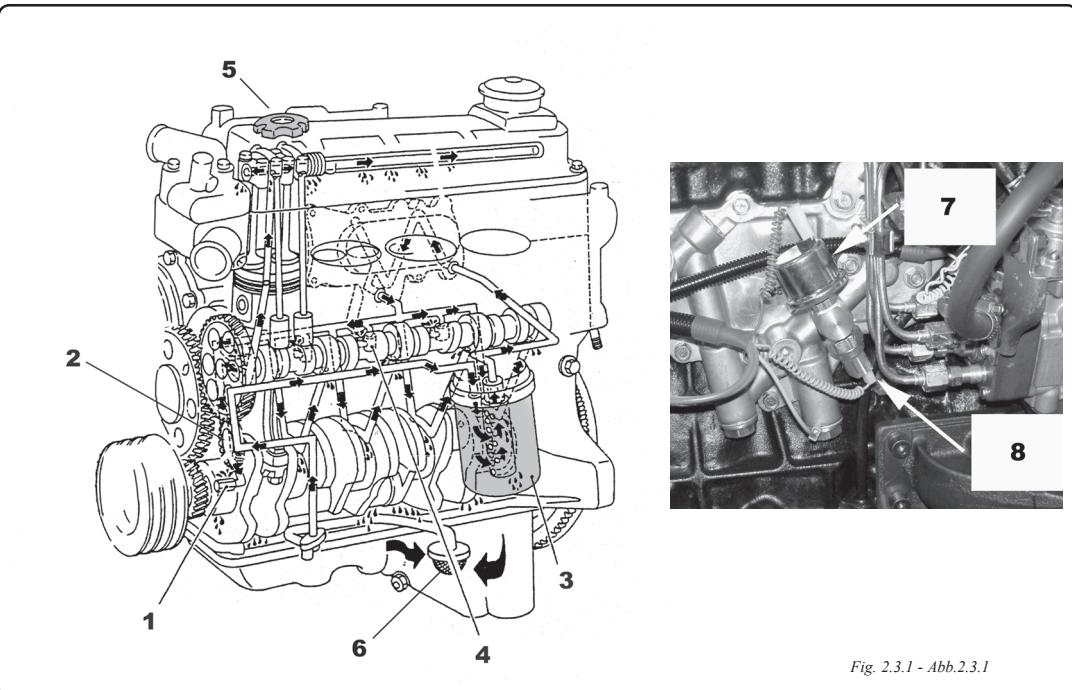

Fig. 2.3.1 - Abb.2.3.1
2.3.1 MOTOR (Fig 2.3.1)
2.3.1 ENGINE (Fig 2.3.1)
2.3.1 MOTEUR (Fig 2.3.1)
2.3.1 MOTORE (Fig 2.3.1)